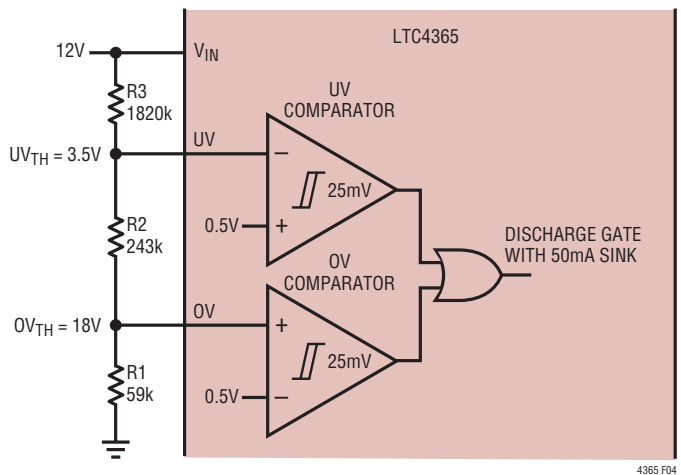

図4. 12V電源をモニタするUVコンパレータとOVコンパレータ
LTC4365は、 $V_{IN}$ の過電圧 (OV) および低電圧 (UV) 状態をモニタする2個の精密なコンパレータを備えています。入力電源がユーザーによって調整可能なOVスレッショルドを超えると、外部MOSFETのゲートを直ちにオフして、負荷を入力から切断します。同様に、入力電源がユーザーが調整可能なUVスレッショルドを下回ると、外部MOSFETのゲートを直ちにオフします。12Vの入力電源のUV/OVアプリケーションを図4に示します。
外部の抵抗分割器により、ユーザーは $V_{OUT}$ の負荷に適した入力電源範囲を選択することができます。さらに、UV入力とOV入力のリーク電流は非常に低いので (100°Cで標準1nA未満)、外部の抵抗分割器に大きな値を使うことができます。図4のアプリケーションでは、 $V_{IN}$ が3.5V~18Vのときだけ負荷は電源に接続されます。 $V_{IN}$ が18Vより上または3.5Vより下に外れると、外部NチャネルMOSFETのゲートが50mA電流シンクによって直ちに放電して、負荷を電源から絶縁します。